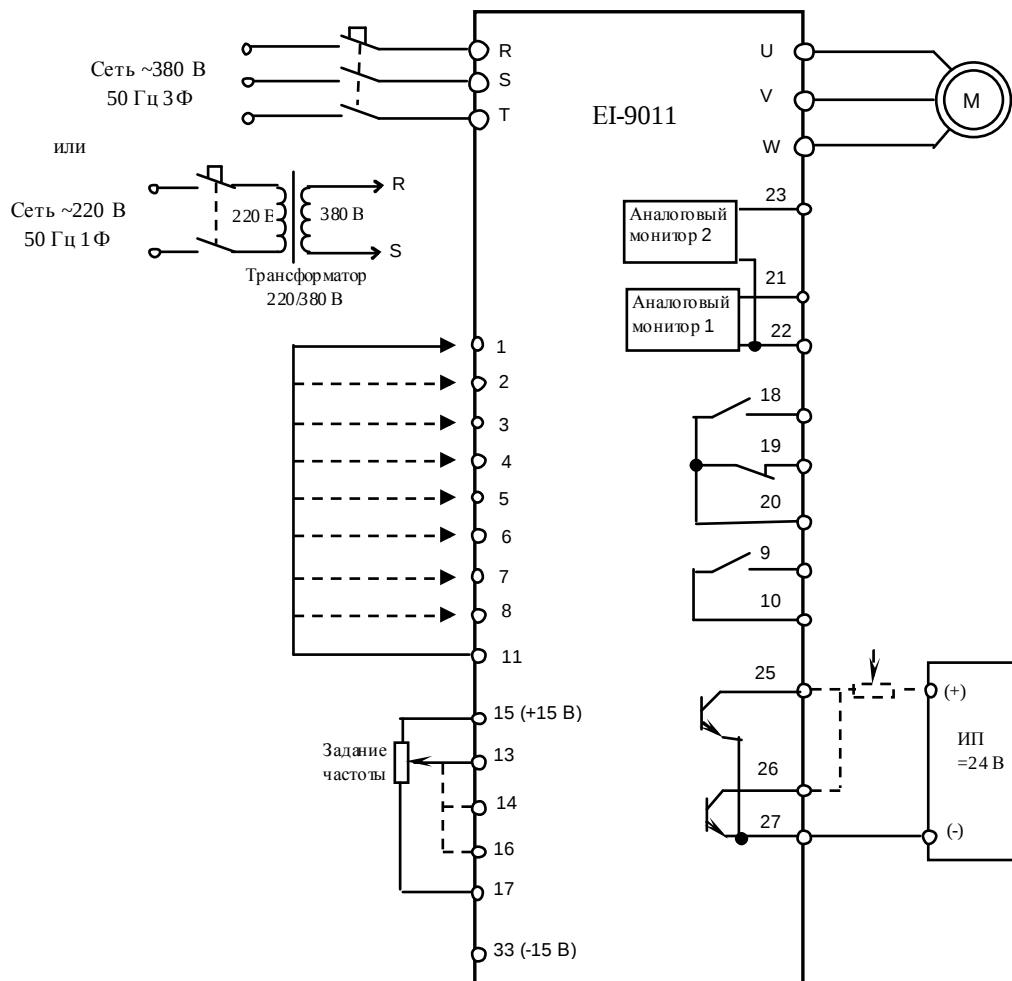

Рис. 4.14. Диагностика цепей у управления преобразователя EI-9011.
4.18.18. Отсоединить потенциометр от клемм 15, 16, 17 и присоединить его к клемме 25 и к источнику питания ≈ 24 В, как показано на рис. 4.14. Включить источник питания. При помощи мультиметра в режиме измерения постоянного напряжения $V=$ измерить напряжение между клеммами 25 и 27 – должно быть 24 ± 2 В.